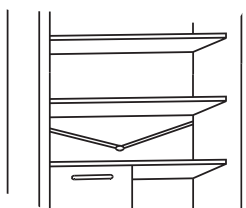

Fig.12
- Tenere pulito il condotto di scarico dell'acqua (fig.12) nel vano frigorifero, per evitare la presenza di acqua all'interno.